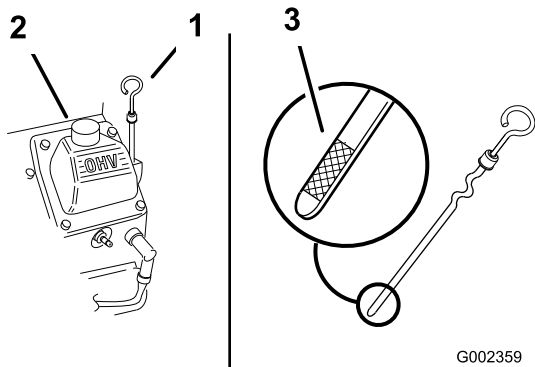

Figure 20
3. Nettoyez la surface autour de la jauge d'huile (Figure 20) pour éviter que des impuretés tombent dans l'orifice et endommagent le moteur.
4. Dévissez la jauge d'huile et essuyez soigneusement son extrémité (Figure 20).
5. Remettez la jauge au fond du tube de remplissage, mais sans la visser (Figure 20).
6. Versez avec précaution environ 80 % de la quantité d'huile spécifiée dans le goulot de remplissage (Figure 20).